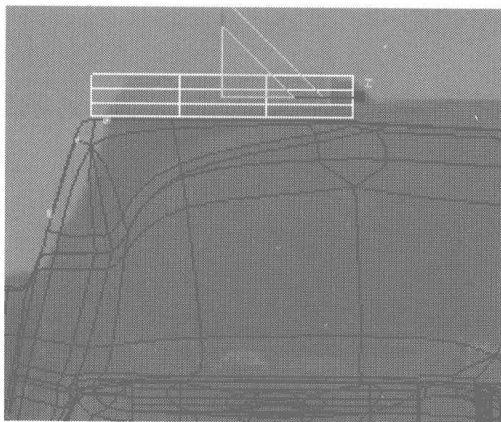
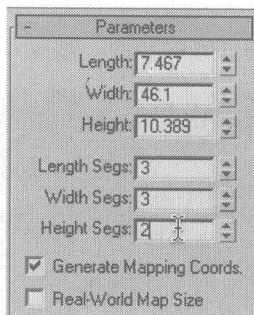

图 6.254
图 6.255
- 14** 在 Create 控制面板中单击 **Box** 按钮，在 Left 视图中建立一个 Box，如图 6.254 所示，在 Modify 控制面板中的 Parameters 卷展栏中设置 Box 的参数，如图 6.255 所示。